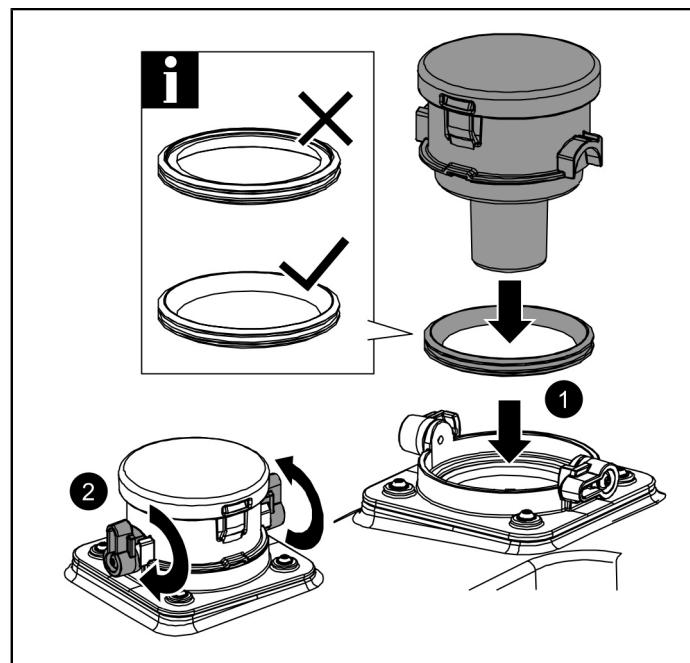

Fig. 6: e
- Svitare le quattro viti dal tappo cieco e togliere il bocchettone di sfiato DN 70 ①.
- Montare e inserire il filtro a carbone attivo. Serrare le leve di bloccaggio (2x) ②.
- ① Prestare attenzione alla sede corretta della guarnizione tra l'accessorio e il corpo base (vedere la fig. 6: e).
- Fissare il filtro a carbone attivo DN 70 con le quattro viti ③.